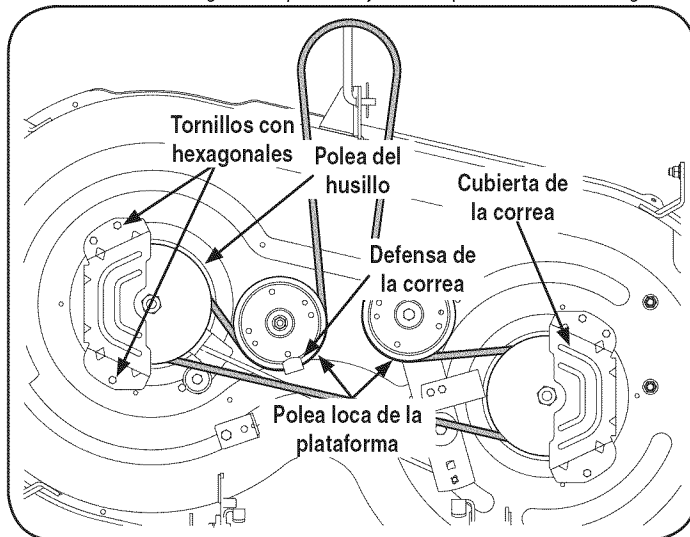

Figura 14
2. Extraiga las cubiertas de la correa de los husillos exteriores sacando los tornillos con hexagonales que las sujetan a la plataforma. Vea la Figura 14.
4. Retire con cuidado la correa de la plataforma de alrededor de las dos poleas de husillo y de las dos poleas locas de la plataforma. Vea la Figura 14.